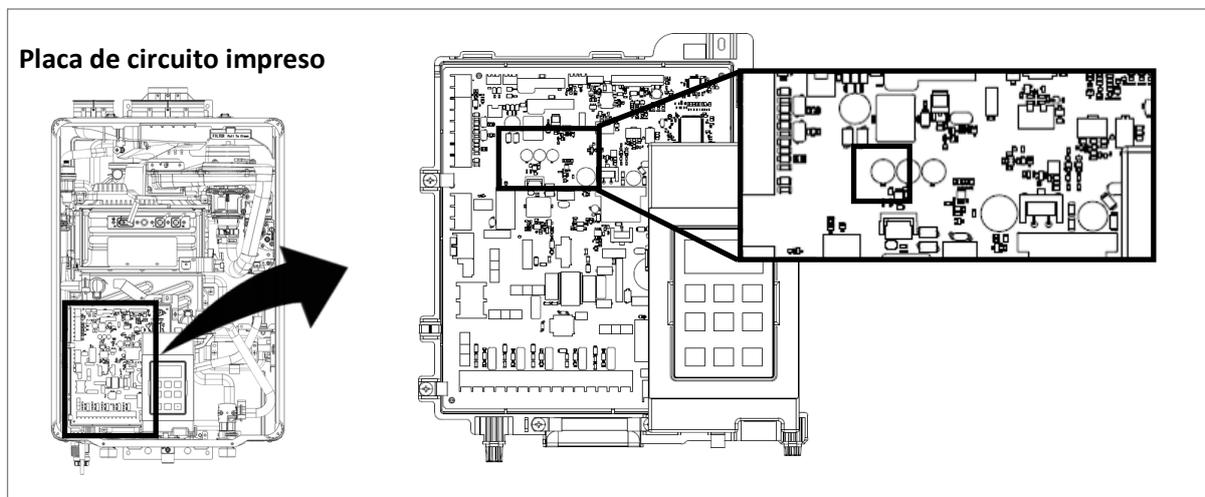
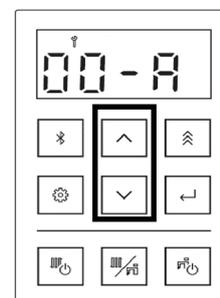

Figura 136
Figura 137
3. Mantenga pulsado el botón durante cinco segundos (figura 136). Aparece 00-A (figura 137).